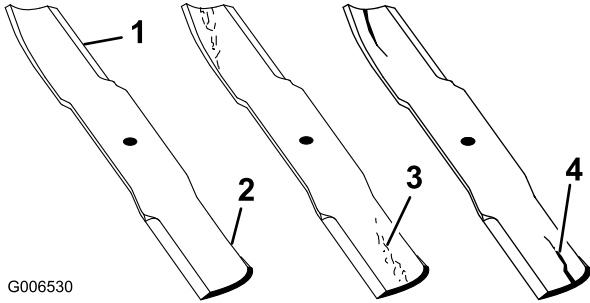

Figura 64
2. Inspeccione los filos de corte (Figura 64). Si los bordes no están afilados o tienen muescas, retire las cuchillas y afílelas. Consulte Afilado de las cuchillas.
- Inspeccione las cuchillas, especialmente la parte curva (Figura 64). Si observa daños, desgaste o la formación de una ranura en esta zona (Figura 64), instale inmediatamente una cuchilla nueva.